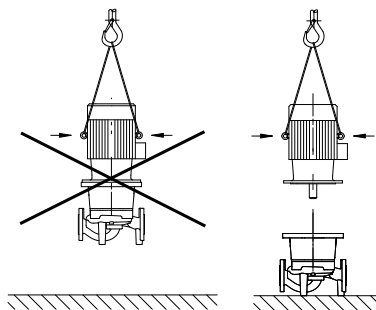

Fig. 20: Transport van de motor
- **De hefogen aan de motor alleen gebruiken voor het dragen van de motorlast en niet voor het dragen van de totale pomp (Fig. 20).**